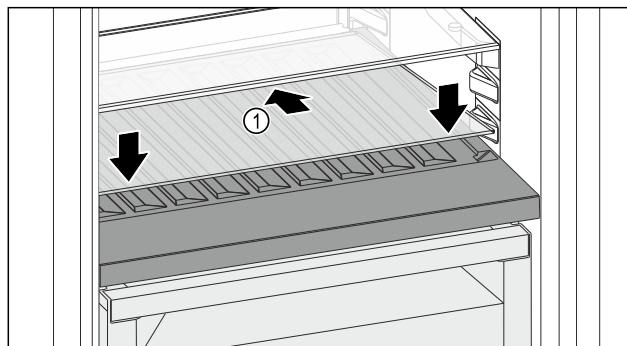

Fig. 179
- Posizionare il ripiano di vetro Fig. 179 (1) inclinato indietro e verso il basso.
- Abbassare la parte anteriore del ripiano di vetro Fig. 179 (1).